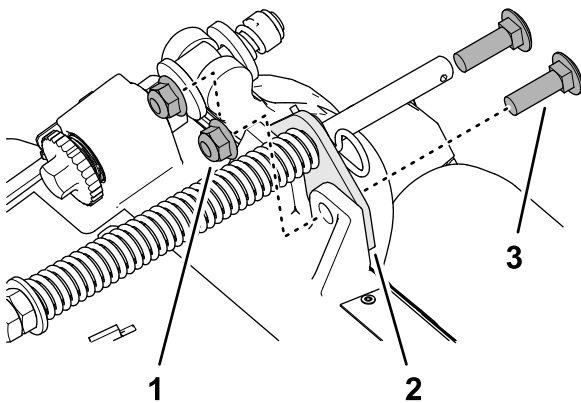

**Bild 7**
1. Wenn der Splint im hinteren Loch der Kompensierungsfederstange installiert ist, entfernen Sie den Splint und setzen Sie ihn in das Loch neben der Halterung ein (Bild 7).